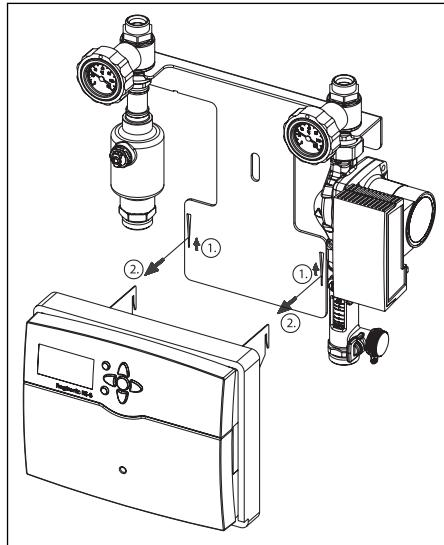

Fig. 16 Démontage du régulateur
- Démonter le régulateur du groupe solaire (fig. 16).